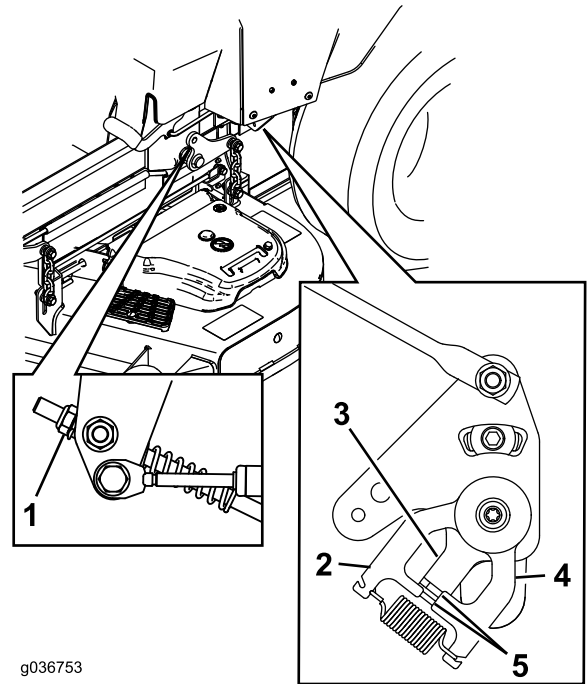

Figure 60
11. Réglez la longueur des tiges de pompes en tournant l'écrou dans le sens voulu jusqu'à ce que les roues tournent légèrement en marche arrière (**Figure 60**).